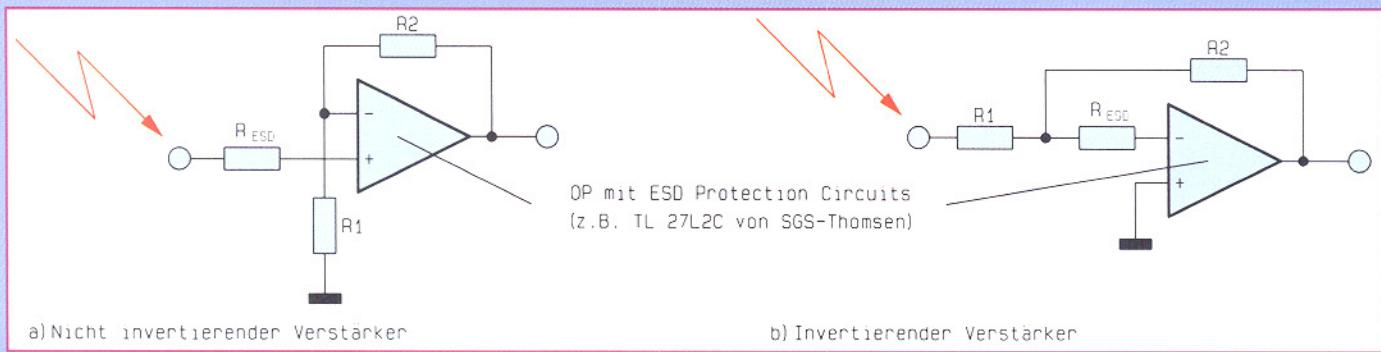

Bild 8: Erhöhung der ESD-Festigkeit bei Operationsverstärkern
**Bild 8:** So könnte ein modernes, zukünftiges Kommunikationssystem aus Nutzersicht aussehen: Verbindungswahlweise über DECT, GSM, Breitbandkabel, je nach Aufenthaltsort und Fortbewegungsart. Entsprechende Multi-Mode-Telefone sind schon in der Entwicklung.
Abbildung 8 zeigt, wie mit einfachen Widerständen (Längsimpedanzen) die ESD-Festigkeit auf den geforderten Level angehoben werden kann.